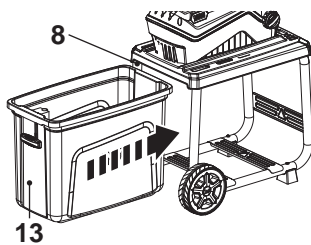

Fig. 5
1. Introduzca el contenedor de recogida (13) en el bastidor (8) (Fig. 5).